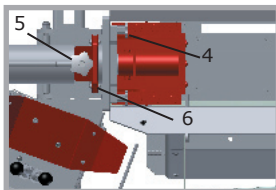

Abb. 5
- Griffmutter (4) Sterngriffschraube (5) und Arretierungsblech (6) entfernen (siehe Abb. 5)